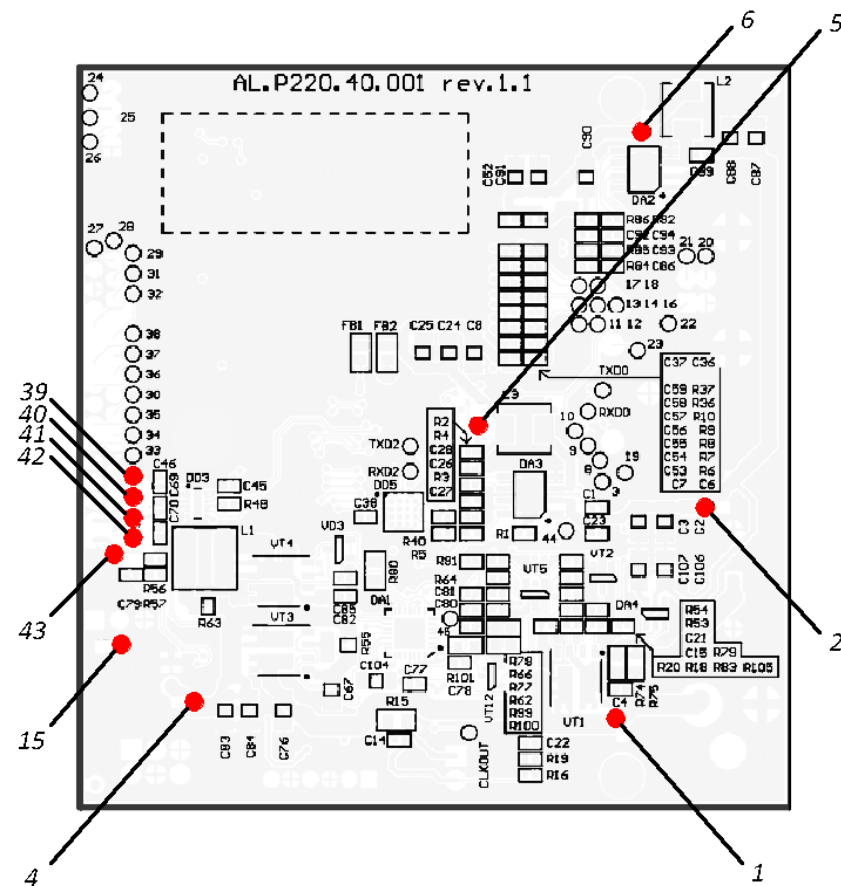

Рисунок 32. Расположение контрольных точек на БУ AL.P220.40.000 rev.1.1 (вид снизу)
2. Установить на мультиметре режим проверки постоянного напряжения. Установить отрицательный щуп мультиметра в контрольной точке **15** (для БУ rev. 1.1 рисунок 32, для БУ rev. 1.2 рисунок 34).